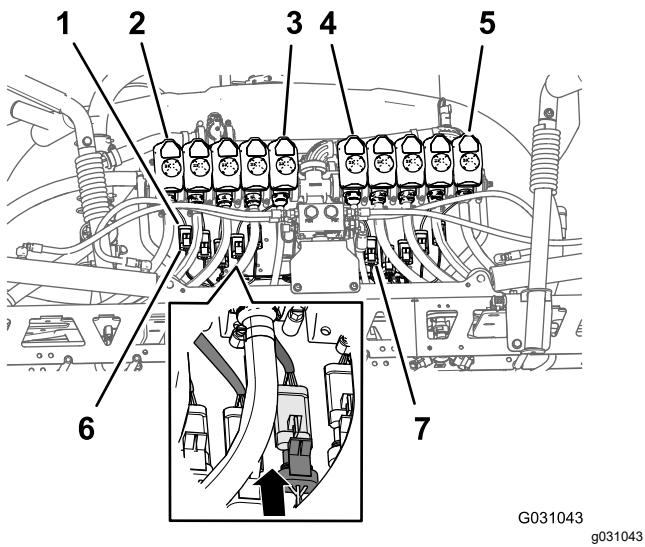

Рисунок 106
1. Проложите 3-гнездовые разъемы с маркировкой от **Nozzle Valve 1** (Клапан сопла 1) по **Nozzle Valve 5** (Клапан сопла 5) ответвления длиной 203 см жгута проводов в сторону задней части опоры крепления 10 клапанов и под клапанами сопел с 1 по 5 (Рисунок 106).
2. Проложите 3-гнездовые разъемы с маркировкой от **Nozzle Valve 6** (Клапан сопла 6) по **Nozzle Valve 10** (Клапан сопла 10) ответвления жгута проводов длиной 203 см в сторону задней части опоры крепления 10 клапанов и под клапанами сопел с 6 по 10 (Рисунок 106).
3. Подсоедините 3-гнездовой разъем с маркировкой **Nozzle 1** (Сопло 1) заднего жгута проводов к 3-штыревому разъему жгута проводов клапана сопла 1 (Рисунок 106).
4. Повторите пункт 3 для клапанов сопел с 2 по 10 (Рисунок 106).